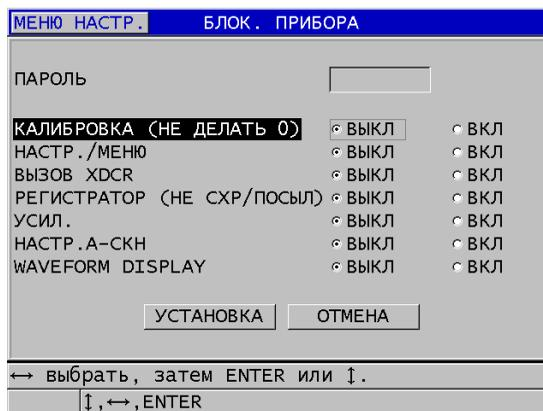

Рис. 8-9 Окно БЛОКИРОВКА ПРИБОРА
3. В окне **БЛОК. ПРИБОРА** (см. Рис. 8-9 на стр. 143):